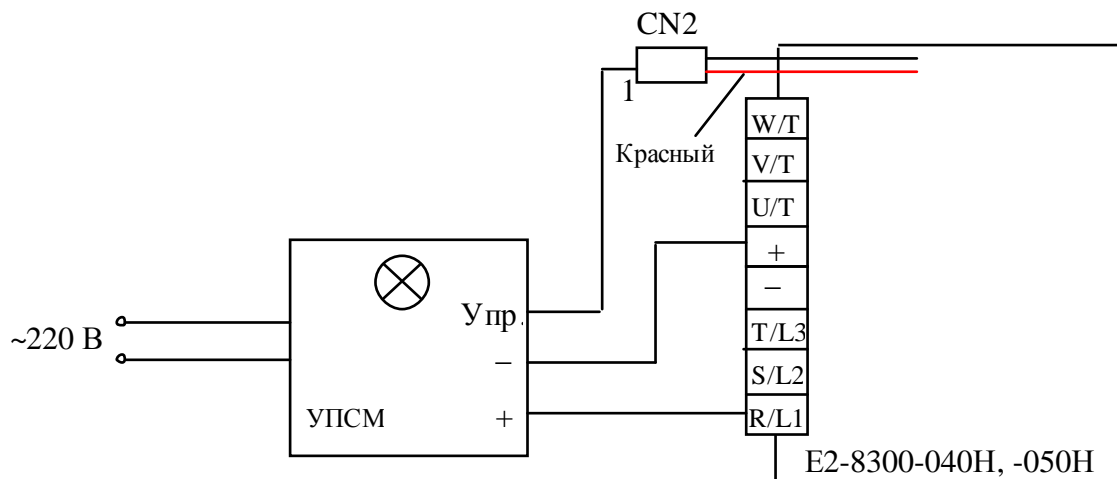
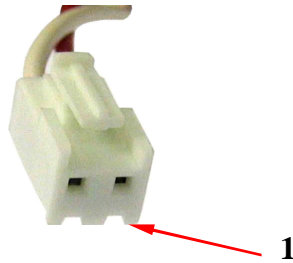

Рис. 4.7. Схема проверки тиристоров входных модулей.
Рис. 4.8. Распайка выводов разъемов CN2, CN3, CN4.
4.6.6.4. Выполнить проверку тиристора модуля SKKH57(72)/16E канала R/L1. Соединить выход «+» УПСМ с клеммой R/L1 преобразователя, выход «-» УПСМ с клеммой «+» преобразователя, а выход «Упр.» УПСМ с 1-м выводом розетки разъёма CN2 преобразователя (рис.4.7). Распайка выводов разъёмов CN2, CN3, CN4 представлена на рис. 4.8.